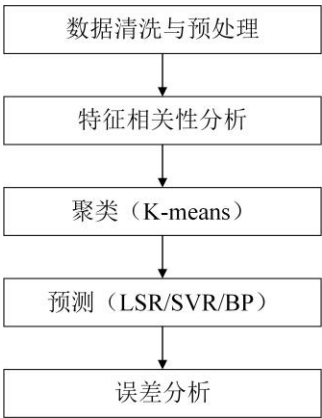

图 4-1 风电功率预测流程框图
根据如图 4-1 所示框图进行风电功率预测。
1. 根据图 4-1 的步骤来进行风电功率预测，根据风电功率数据特征，选取合适的数据预处理方法，完成预测建模，实现风电功率预测，对预测结果进行误差分析。